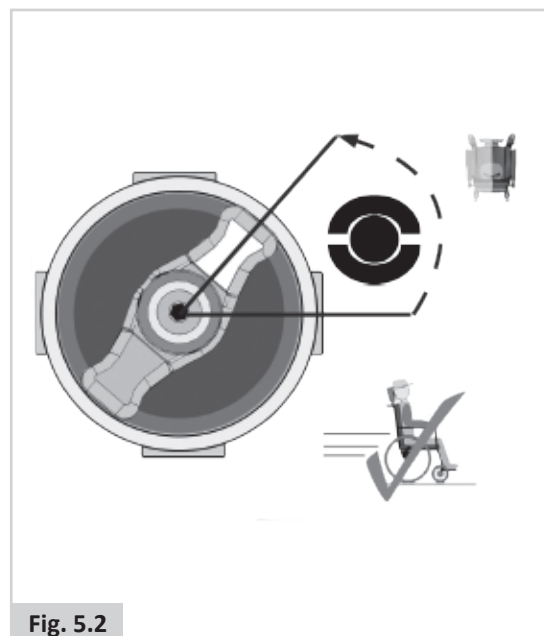

Fig. 5.2
1. Til kørsel af kørestolen. (Fig. 5.2).